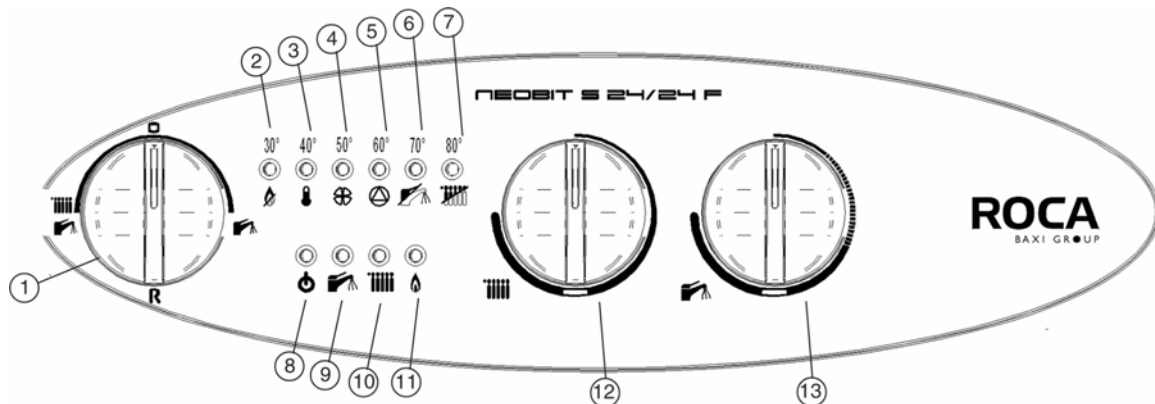

Рис.1
3) поставить переключатель режимов «лето-зима» (рис. 1, позиция 1) в нужный режим: ☀ - лето, ❄ - зима;
4) установить регуляторы температуры воды контура отопления (рис. 1, позиция 12) и контура ГВС (рис. 1, позиция 13) на выбранные значения.
Для регулировки температуры в комнате, можно использовать комнатный термостат. Если комнатный термостат не установлен, температуру в комнате можно регулировать ручкой регулирования температуры воды в системе отопления (позиция 12, рис.1). Чтобы увеличить температуру, поверните ручку по часовой стрелке, а чтобы уменьшить – против часовой стрелки. Электронная модуляция обеспечивает нагрев воды до установленной температуры, изменяя подачу газа к горелке в зависимости от реальной потребности в теплообмене.
Газовый клапан снабжен устройством электронной модуляции пламени, которое срабатывает по сигналу регулятора температуры воды в контуре ГВС (рис. 1, поз. 13).